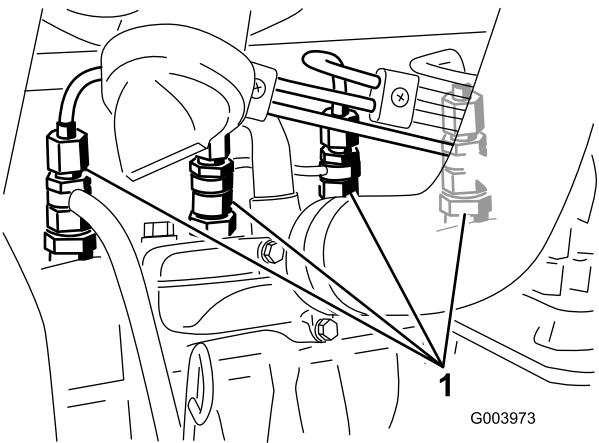

図 56
1. No.1 ノズルホルダーアセンブリへのパイプ接続部をゆるめる図 56。